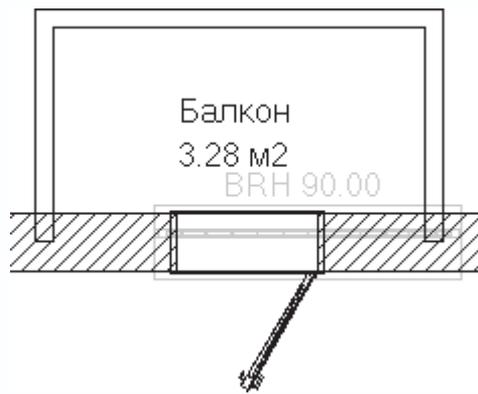

Рис. 4.30. Установка двери на балкон
7. Расположите дверь приблизительно посередине участка стены, стыкующегося с балконом. Зафиксируйте дверь так, чтобы она открывалась внутрь комнаты, а петли дверей находились слева (рис. 4.30). Нажмите клавишу Esc для выхода из команды построения дверей.